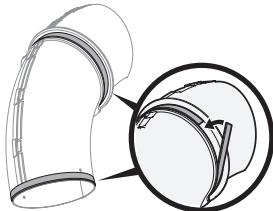

Figura 21
- Retire el revestimiento de una de las tiras de espuma autoadhesiva angosta que se han incluido con su colector de césped. Aplíquela al canal superior, a nivel contra la brida como se indica en la Figura 21.
- Retire el revestimiento de la otra tira de espuma autoadhesiva angosta y aplíquela al borde de abajo del tubo del canal superior, al ras con el borde como se muestra en la Figura 21.